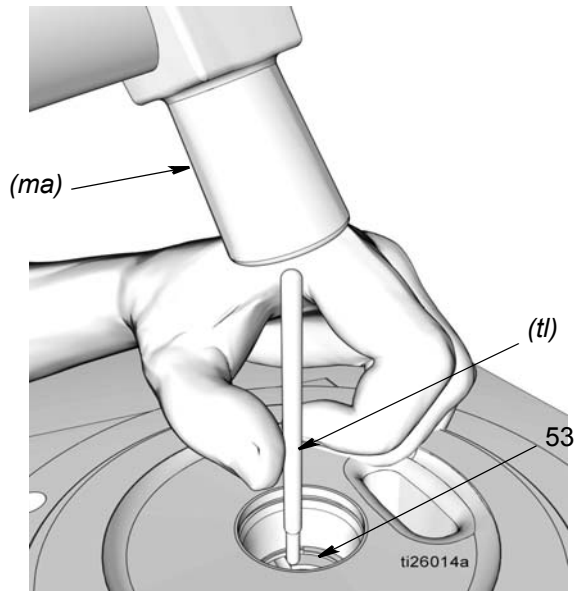

FIG. 27
19. Utiliser une tige en laiton doux (*tl*) et un marteau pour extraire le manchon (53) de l'élément de pompe de la base de la pompe (1) en tapant doucement dessus (FIG. 27).